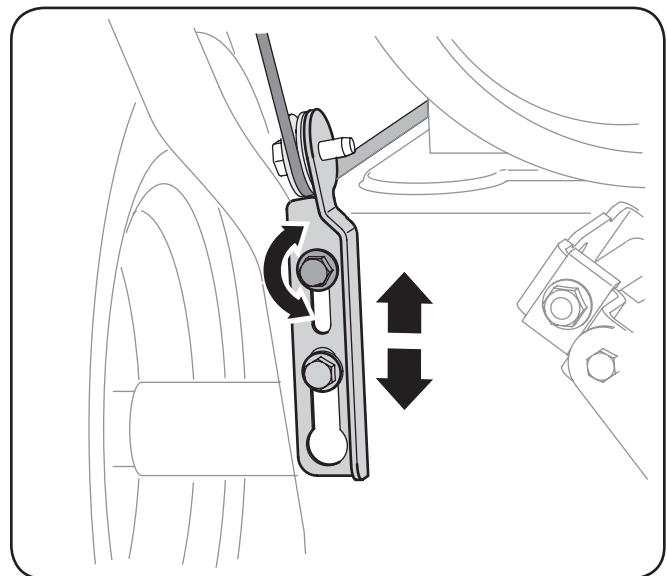

Figure 3-24
4. Laissez les tarières tourner pendant dix (10) secondes avant de relâcher la commande des tarières. Répétez cette étape plusieurs fois.
8. Positionnez le support vers le haut pour desserrer le câble (ou vers le bas pour serrer le câble). Voir Figure 3-24.